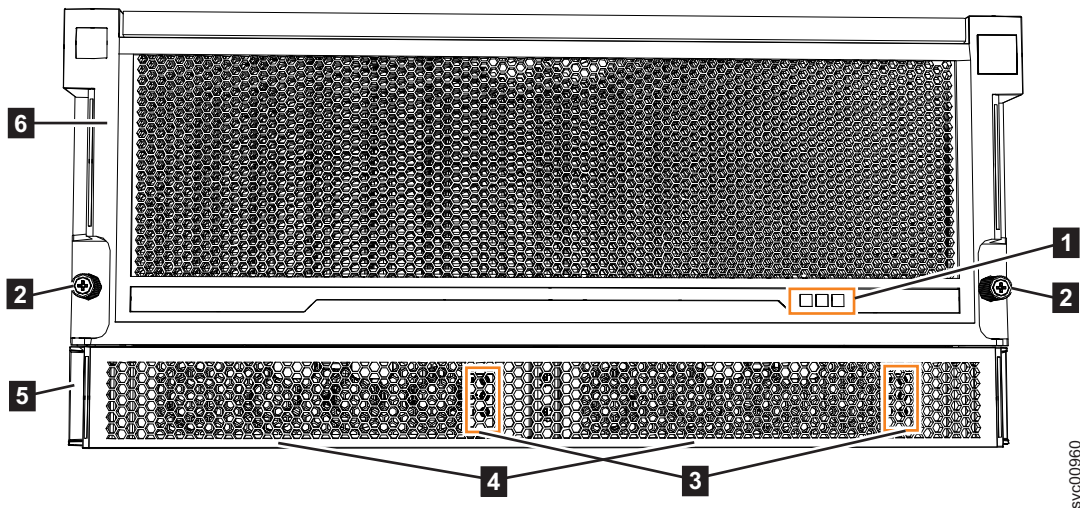

Abbildung 120. Komponenten an der Vorderseite des 2145-92F-Erweiterungsgehäuses
**Anmerkung:** Überprüfen Sie vor dem Anschluss der Netzkabel an der Rückseite des Gehäuses immer, ob das Erweiterungsgehäuse am Rack befestigt ist. Falls erforderlich, ziehen Sie die Rändelschrauben an der Vorderseite des Gehäuses (**2** in Abb. 120 auf Seite 136) an, um sicherzustellen, dass der Gehäuseeinschub nicht nach vorne rollt.
Das 2145-92F-Erweiterungsgehäuse enthält zwei Netzteile, auf die von der Vorderseite des Gehäuses (**4** in Abb. 120 auf Seite 136) zugegriffen werden kann.
An der Vorderseite des Gehäuses leuchten die Anzeiger an der vorderen Konsolanzeige und an den einzelnen Netzteilen (**1** und **3** in Abb. 120 auf Seite 136) ebenfalls auf, wenn der Netzstrom angeschlossen wird. Informationen zu dem über die Anzeiger angegebenen Status enthält „LEDs und Anzeiger am 2145-92F-Erweiterungsgehäuse von SAN Volume Controller“ auf Seite 139.